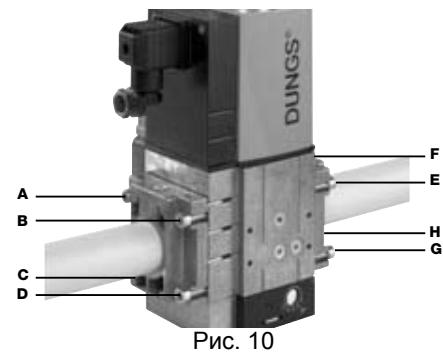

Рис. 10
2. установить устройство MBC...SE и уделить особое внимание прокладкам O-Ring (Рис. 10)